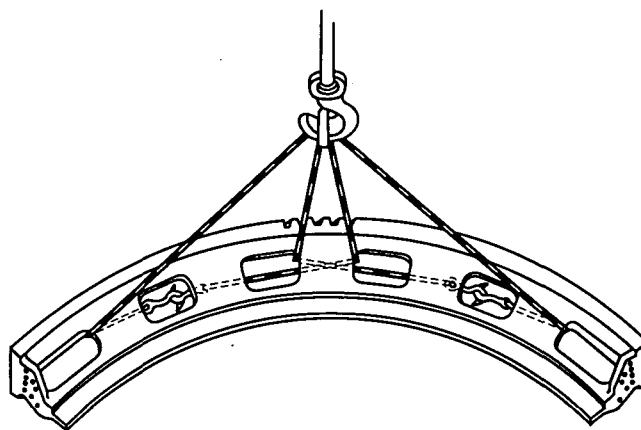

Figure 15 — LIFTING QUARTER SECTION GEAR
2.6.3 — LIFT QUARTER GEAR SECTION PER FIGURE 15.